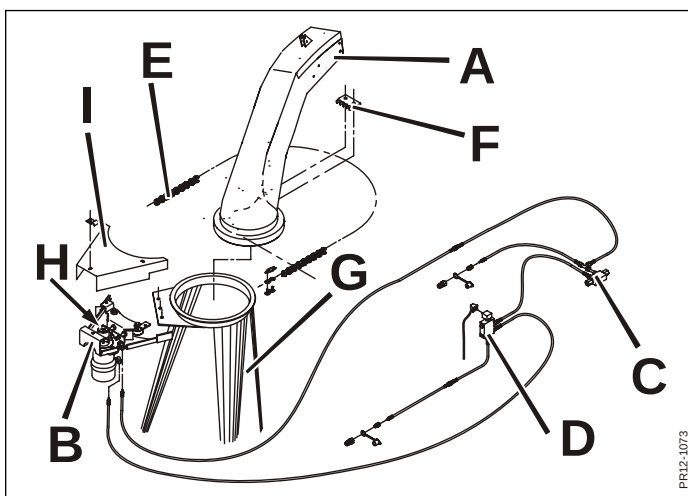

Fig. 3-10
- Fig. 3-10** Monter la goulotte orientable **A**. Graisser l'anneau d'orientation et contrôler si la goulotte tourne sans à coups.